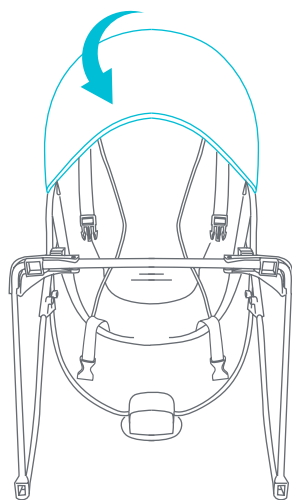

Fig. 9
- 9) • Slide the top of the seat pad over the backrest tube (Fig. 9).
• Deslice la parte superior de la almohadilla del asiento por encima del tubo del respaldo (Fig. 9).